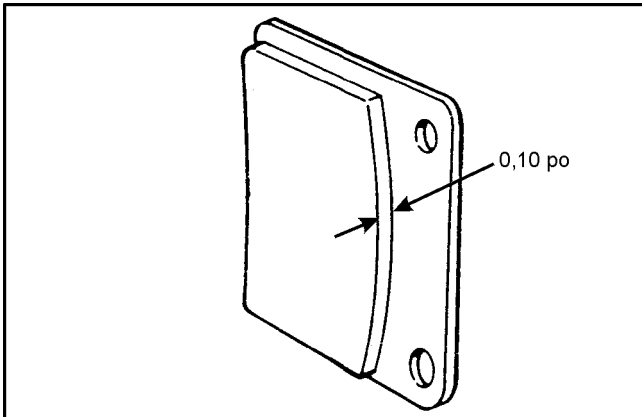

Figure 7-18. Freins hydrauliques, usure de la plaquette de frein.
- la garniture de frein moulée à chaque plaque est usée à une épaisseur de 0,10 po (figure 7-18).